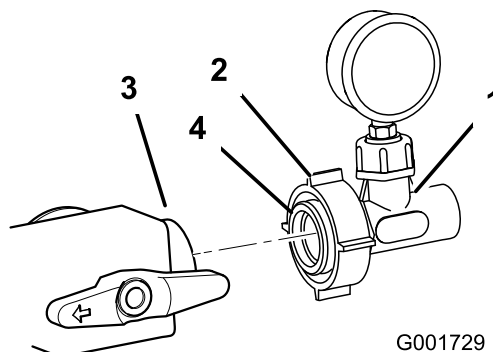

Figure 16
16. Graissez légèrement le joint torique de l'adaptateur avec du lubrifiant qui n'est pas à base de pétrole, comme de l'huile végétale (Figure 16).
précédemment (Figure 16). Serrez l'écrou en plastique pour fixer l'ensemble sur le distributeur.